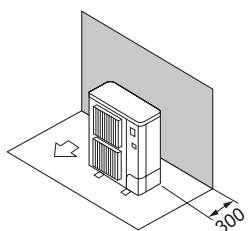

Fig. 2-6
- ① Samo prepreke sa zadnje strane (Fig. 2-6)